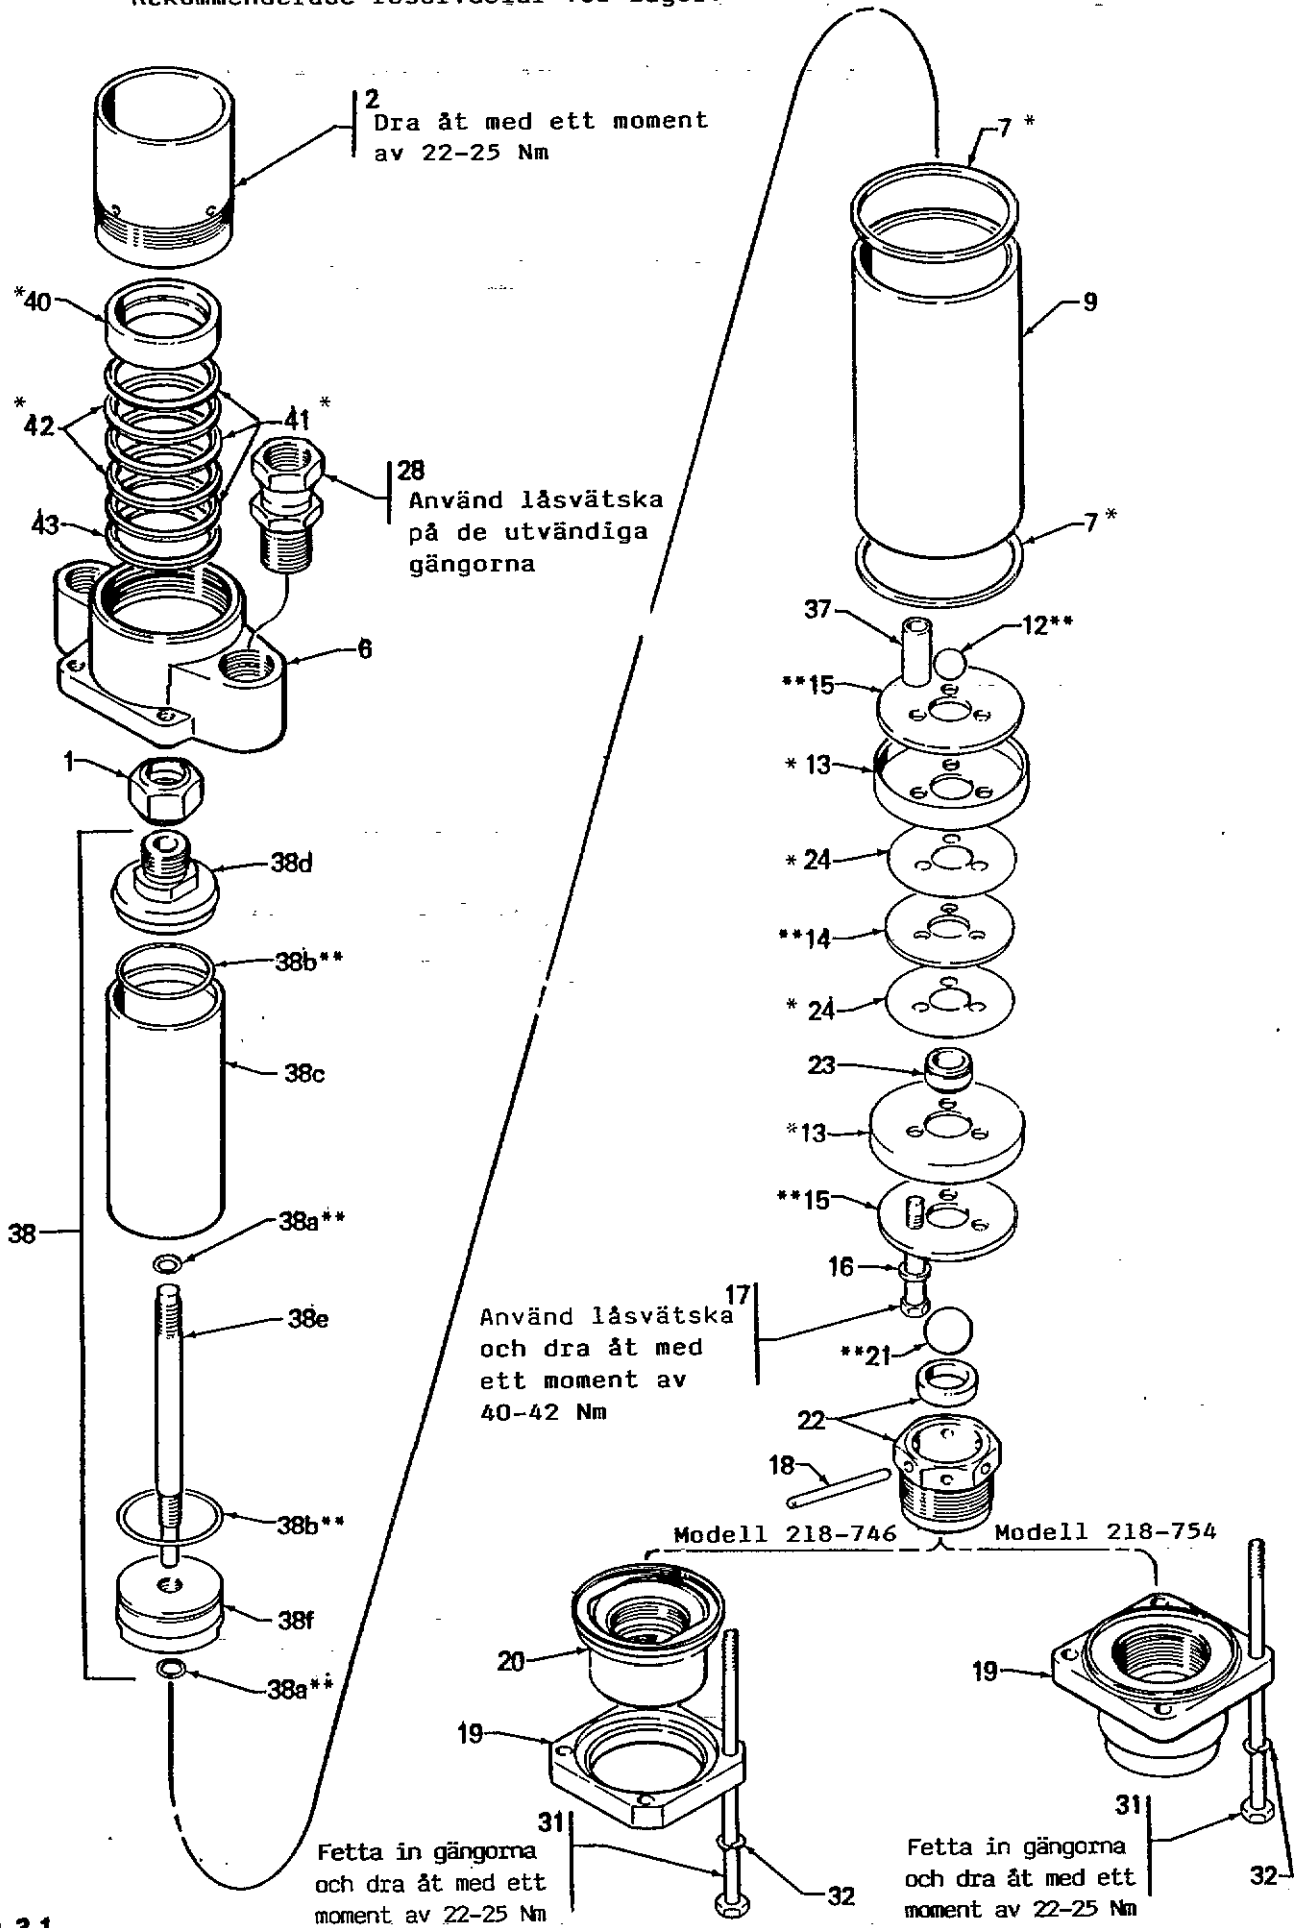

Fig 3.1
Service på pumpdelen (se fig 3.1)
- 2 Ta bort de fyra stägbultarna (31) från pumphuset (6). Ta bort ventilhuset (19 eller 20).
- 3 Lossa packningsmuttern (2).
- 4 Ta bort ventilsåtet (22) från ventilhuset (19 eller 20). Avlägsna stopp-pinnen (18) och notera i vilket hålpar pinnen är fixerad. Läget bestämmer hur mycket spel kulan (21) har. Plocka bort kulan (21) och packningen (7). Rengör alla delar och kontrollera dessa beträffande slitage och skador.
- 5 Dra av cylindern (9) från kolvstången (38). Kontrollera cylinderns insida beträffande slitage och skador och byt om så erfordras.
- 6 Ta bort de tre skruvarna (17) och brickorna (16). Demontera kolvdelarna. Rengör och återmontera enligt fig 3.1 eller som visas på sid 4, om reparationssatserna 218-757 eller 220-925 installeras som extra tillbehör. Montera de nya delarna från satsen. Använd låsvätska på skruvarna (17) och dra jämnt med ett moment av 40-42 Nm.
- 7 Ta bort övre packningen (7) från pumphuset (6) och byt till ny.
- 8 Ta bort packningsmuttern (2), glanden (40 och 43) och V-packningarna (41 och 42) från pumphuset (6) och rengör pumphuset. Smörj de nya delarna (packningarna) med TSL-olja och återmontera i motsatt följd som visas i fig 3.1 eller på sid 4, om reparationssatserna 218-757 eller 220-925 installeras som extra tillbehör. Se till att V-packningarnas läppar vänds nedåt eller att koppackningssatsen 218-757 vänds nedåt in i pumphuset. Sätt tillbaka packningsmuttern och dra åt med ett moment av 22-25 Nm.